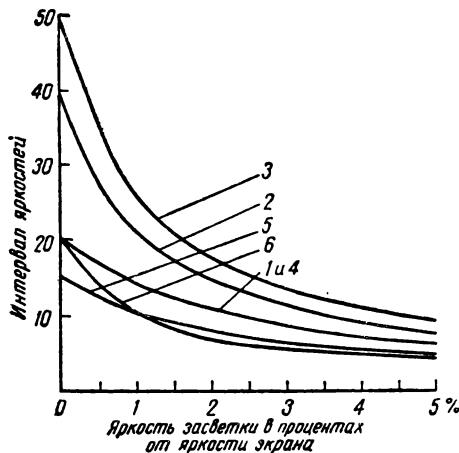

Рис. 2. Яркость засветки в процентах от яркости экрана
На рис. 2 показаны кривые, построенные по уравнению (2) и выражющие зависимость интервалов яркостей изображений на экране фильмокопий, указанных в табл. 2, при яркостях засветки экрана до 5% от яркости экрана, создаваемой кинопроектором (без фильма). Из рисунка видно, что даже незначительная засветка экрана заметно уменьшает интервал яркостей. Особенно сильно влияет засветка экрана на интервал яркостей изображения фильмокопий, у которых минимальная прозрачность мала, например для фильмокопий, у которых $\tau_{\min}=0,01$ (см. табл. 2).